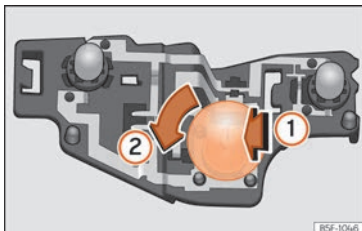

Fig. 66 Ubicación de las lámparas de incandescencia en el portalámparas.
- Presione la lámpara defectuosa ligeramente hacia el portalámparas (1), gírela a continuación hacia la izquierda (2) y extráigala »» fig. 66.